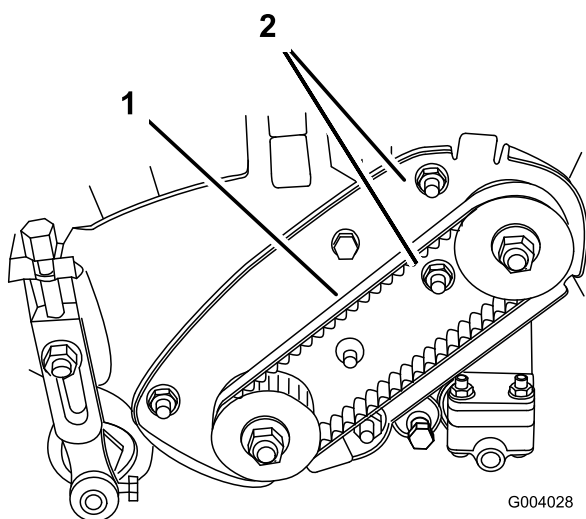

Figura 34
A. Desaperte as porcas de montagem da caixa de mancal (Figura 34).
C. Mantendo o ajuste da chave de aperto, aperte as porcas de montagem da caixa de mancal (Figura 34). Não aperte demasiado a correia.